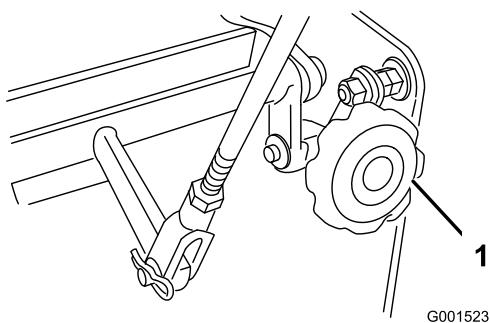

Bild 39
- Wenn das Gerät nach einer Seite zieht, drehen Sie das Schnellspur-Handrad. Drehen Sie das Handrad nach rechts, um nach rechts zu lenken, drehen Sie das Handrad nach links, um nach links zu lenken (Bild 39).